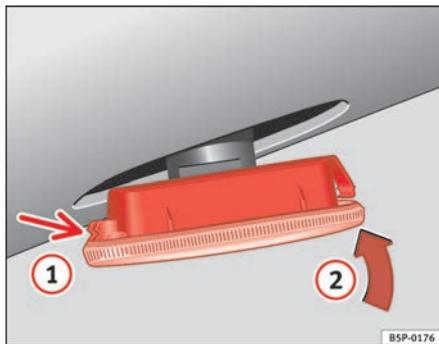

Fig. 191 Clignotant latéral
- Posez d'abord le clignotant dans le trou de la carrosserie, en emboîtant les languettes ⇒ fig. 191, flèche ①.
- Emboîtez la lampe comme indiqué sur la flèche ② ⇒ fig. 191. ■